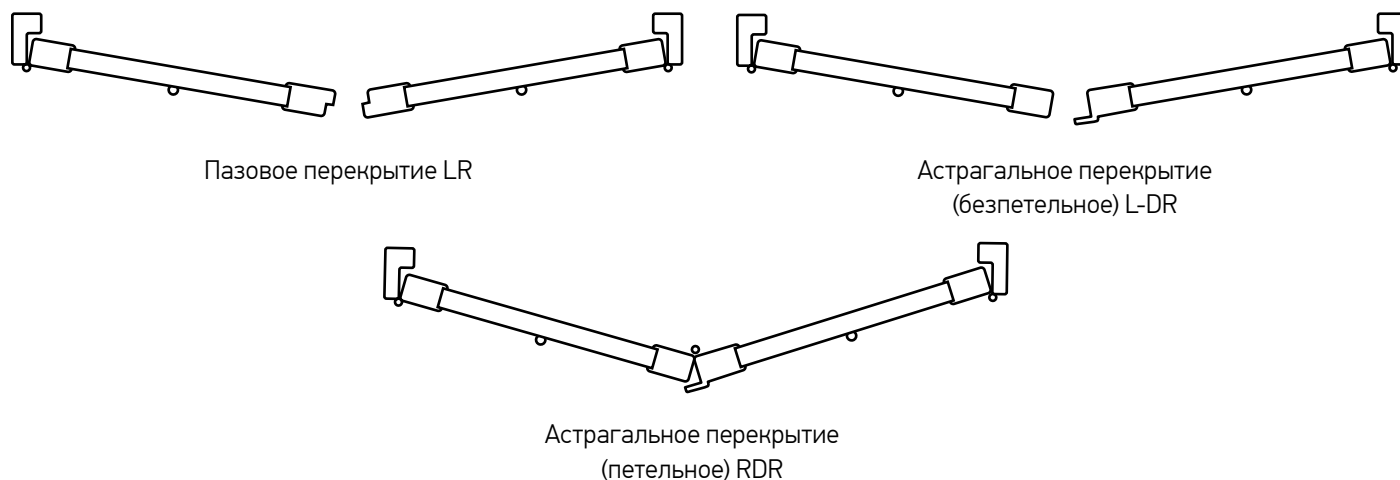

Рис. 21
7.2 Существует два вида перекрытия створок - пазовое и астрагальное. Астрагал обозначается буквой D. Если перекрытие безпетельное, то перед D добавляется (-) (Рис.21).